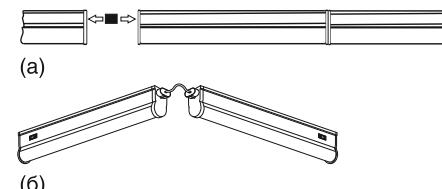

Рис. 2
6.5 Светодиодные светильники можно соединять в линию при помощи жесткого коннектора. (рис. 2 а)
6.6 При помощи гибкого коннектора светильники можно соединять под различным углом, формируя различные геометрические контуры. (рис. 2 б)